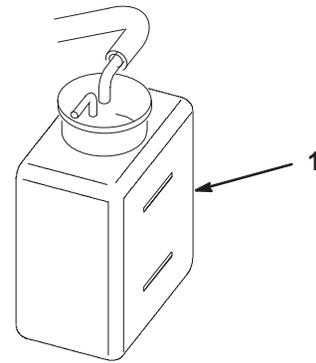

Bild 20
2. Kontrollieren Sie den Kühlmittelstand (Bild 20). Das Kühlmittel muss sich bei einem kalten Motor zwischen den beiden Linien am Ausdehnungsgefäß befinden.